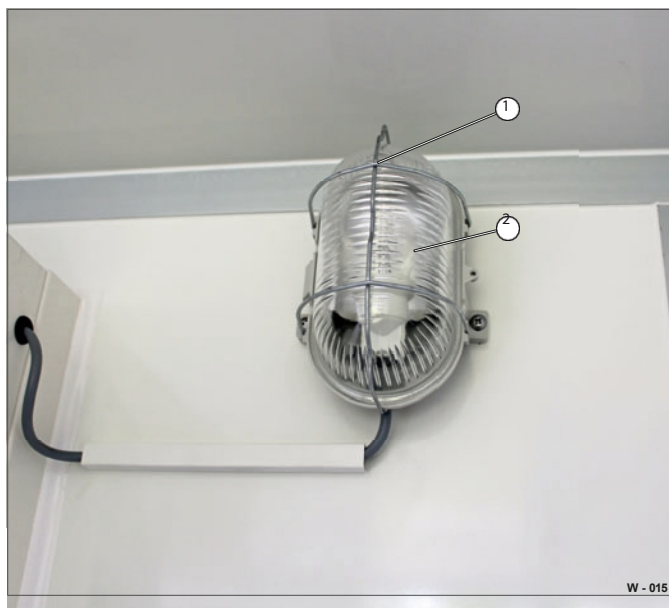

Fig. 15 Standard interiörbelysning
- När du har bytt glödlampan sätter du på locket och fäster det med klämfästena - se fig. 15.